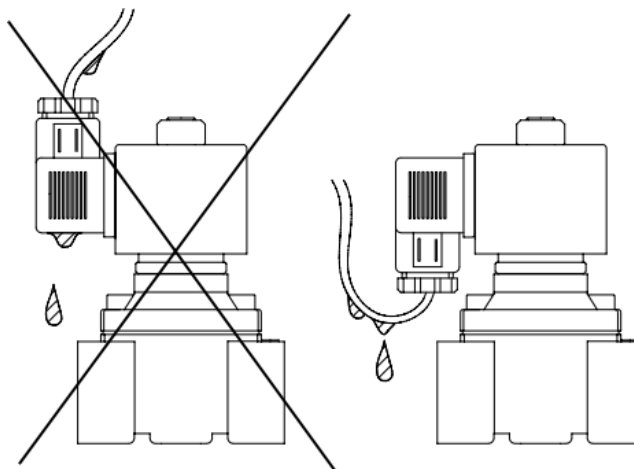

Рисунок 2. Установка штекера с сальниковым вводом
- 2.3.5. Установить штекер сальниковым вводом вниз на клеммы катушки и завернуть фиксирующий винт. Кабель зафиксировать, как показано на рис. 2.